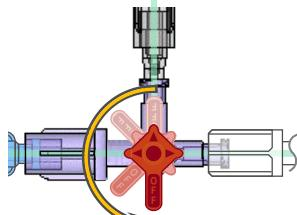

Abbildung 7 – Einsparung wieder aufnehmen
- b. Um die Einsparung des Kontrastmittels wieder aufzunehmen, richten Sie den DyeVert Power XT-Einweghahn so aus, dass er in Richtung des Ventilauswahl-Einweghahns und des Katheters AUF ist. (siehe Abbildung 7)